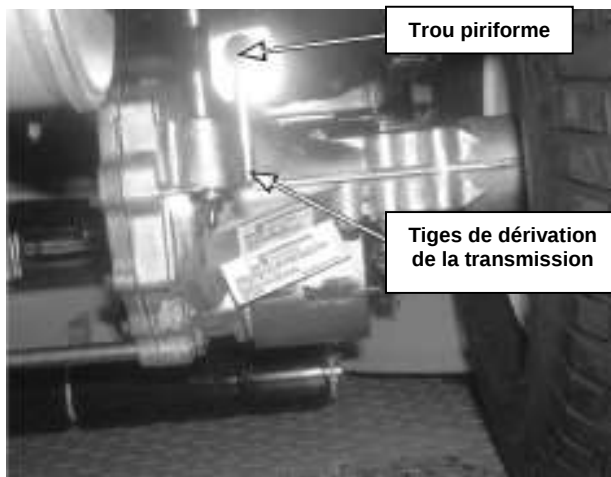

Figure 6-3
1. Localisez les tiges de dérivation, qui sont situées juste devant les deux pneus arrière. Consultez la Figure 6-3.